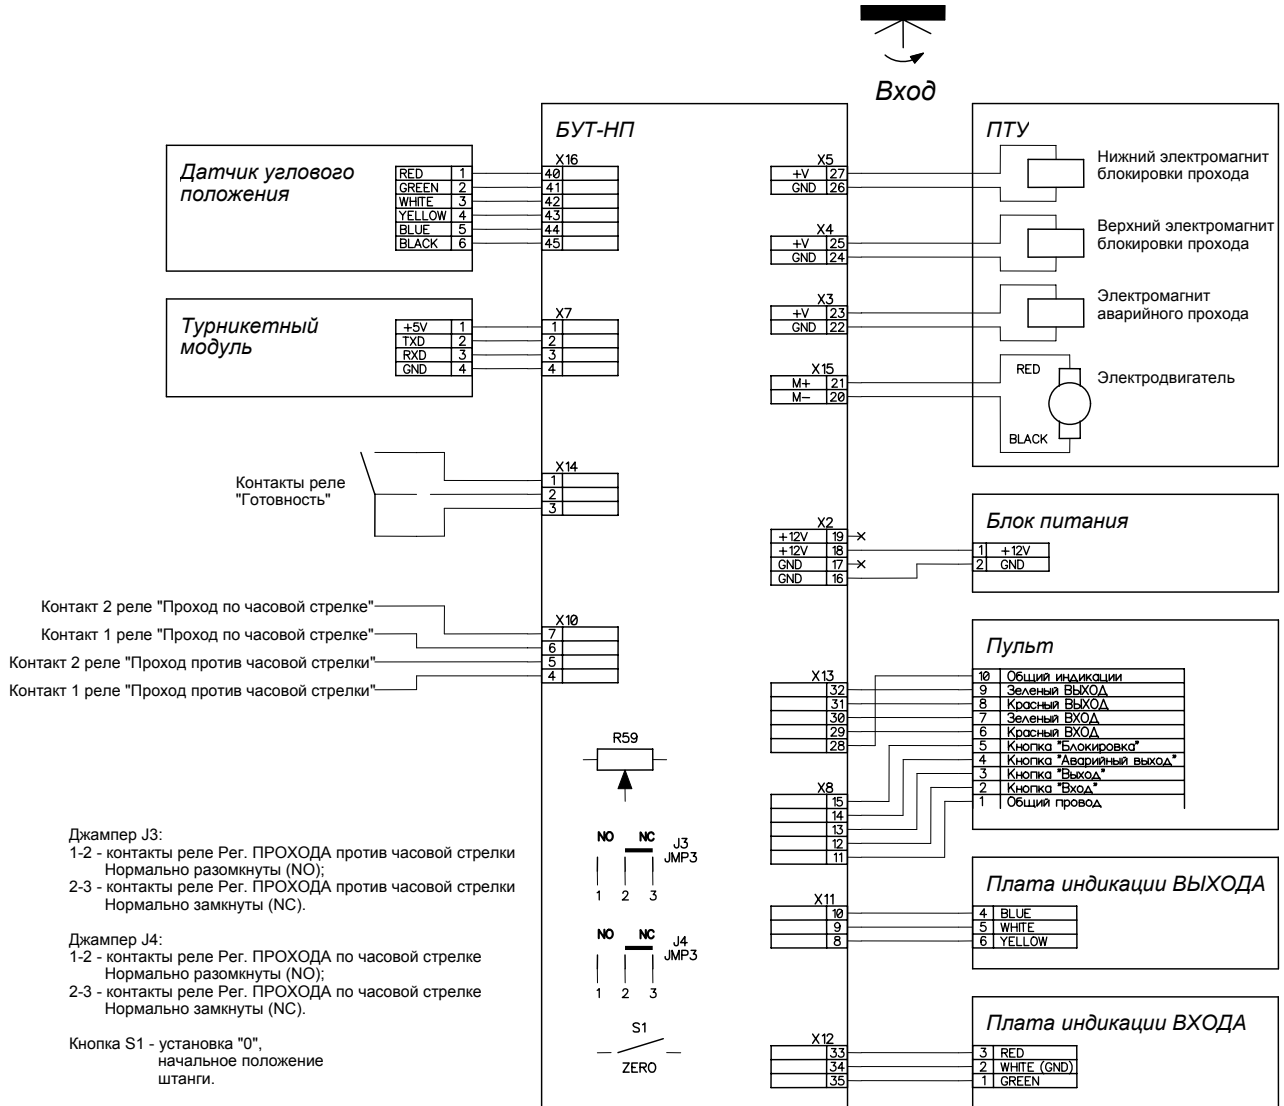

Рис. 6
5.3 Блок управления турникетом (БУТ-НП) представляет собой плату, установленную на монтажных стойках непосредственно в корпусе турникета. При необходимости БУТ-НП может быть помещен в защитный пластмассовый корпус. Подключение индикаторов прохода, пульта управления и источника питания к блоку управления производится с помощью кабелей в соответствии со схемой подключения (Рис. 6, 7).
7) Подключить кабели питания и ПДУ к БУТ-НП в соответствии с Рис. 6, 7, заземлить корпус турникета.